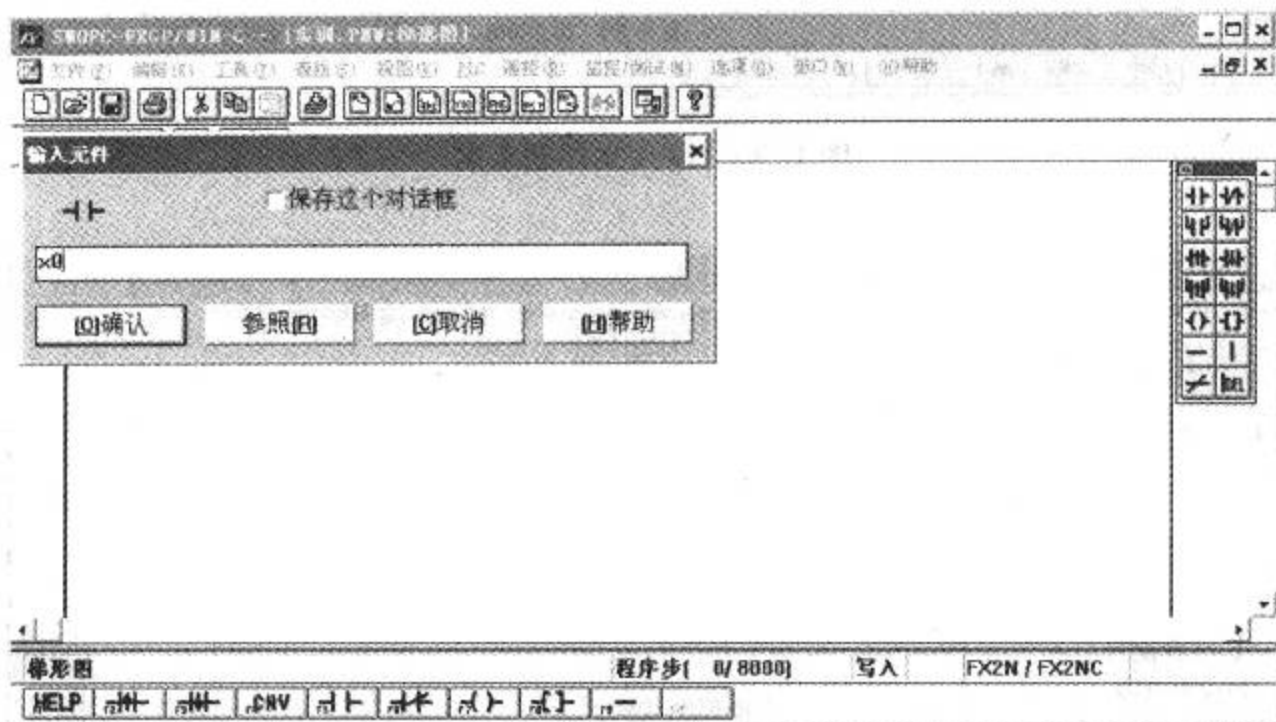
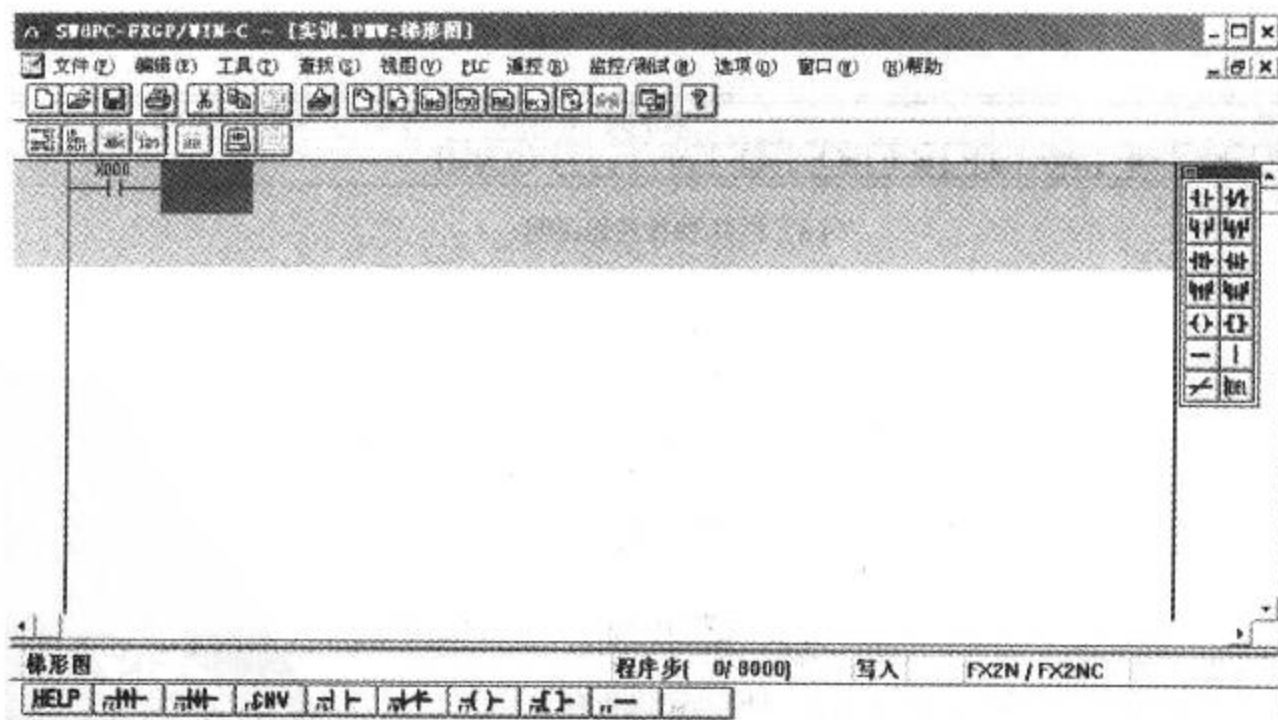

图 1-33 放置输入点对话框
图 1-34 放置完输入点 X00 界面
(1) 放置输入元件 X00。在如图 1-27 所示的编程界面中，将鼠标移至元件库中的“常开触点”元件上，单击鼠标左键；在弹出的“输入元件”对话框的文本框中输入“X00”后单击“确认”按钮，如图 1-33 所示。X00 输入点放置完后的界面如图 1-34 所示。